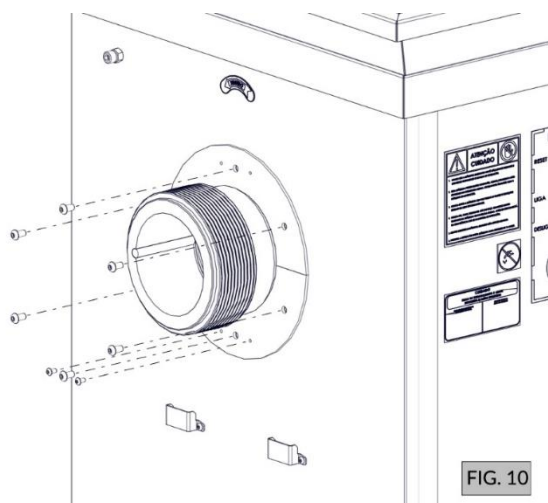
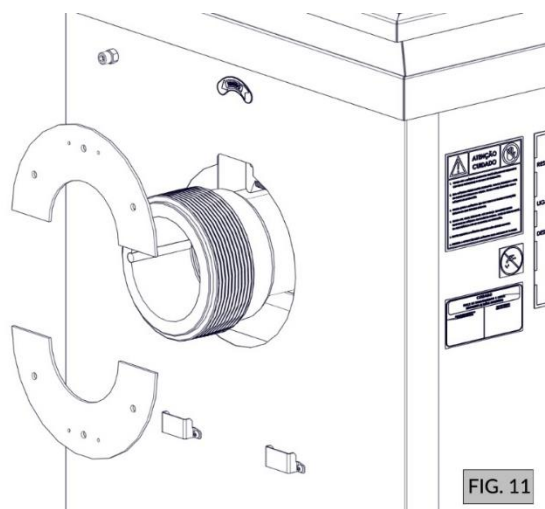

FIG. 10
FIG. 11
6. Solte os parafusos da meia-lua do bocal (FIG. 10) e retire as duas partes (FIG. 11);